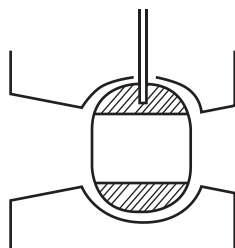

Figura 1. Válvula macho.
- › **Tipo de válvula e razões para a escolha:** Válvula macho - é uma válvula de esfera típica (Figura 1) que consiste num obturador macho de forma cilíndrica com um orifício transversal igual ao diâmetro interior do tubo. O macho ajusta-se no corpo de válvula